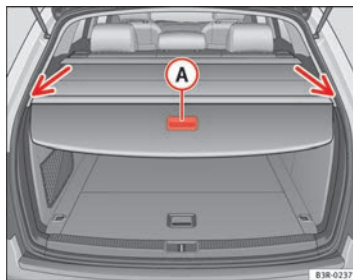

Fig. 120 Portellone posteriore aperto con copertura del vano bagagli chiusa
- Afferrare la maniglia **A** ⇒ fig. 120 e srotolare la copertura del vano bagagli tirandola a sé.
- Agganciare le estremità destra e sinistra della barra negli appositi ancoraggi ricavati nel rivestimento laterale ⇒ fig. 120 -frecce-.